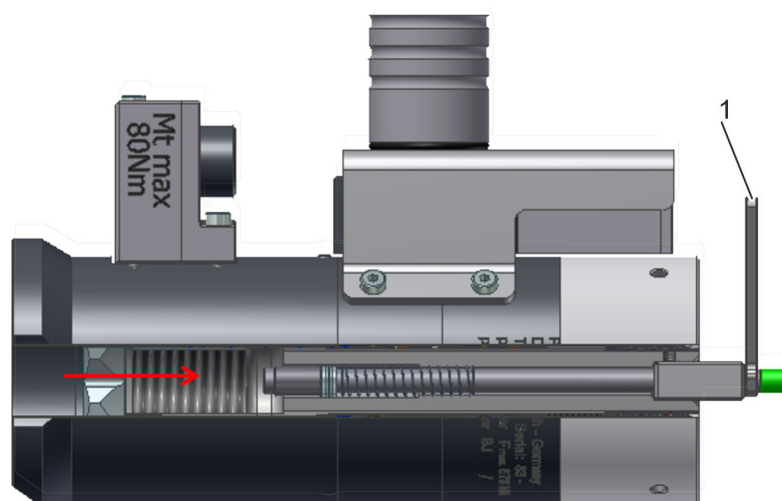

Fig. 18: inserimento dell'asta misuratrice
6. ➔ Infilare l'asta misuratrice fino a quando è possibile far scivolare la chiave fissa (da 6) (Fig. 18/1) sulla superficie per la chiave dell'asta misuratrice.